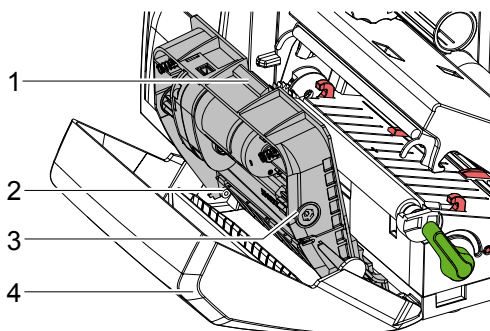

Figura 20 Smontaggio delle lame
- ▶ Ruotare in senso orario l'albero (6) con un cacciavite brugola TX10, fino a quando gli ingranaggi (7) non hanno più presa.
- ▶ Estrarre la lama superiore (9) dalle guide (8).
- ▶ Estrarre la lama inferiore (10).
- ▶ Inserire la lama inferiore dall'alto nei supporti (11).
- ▶ Eventualmente inserire nuovamente le molle (12) negli appositi sostegni (13).
- ▶ Per montare la lama superiore, spingere la lama inferiore sul pannello, inserire la lama superiore nella guida e spingerla verso l'alto fino a quando le aste dentate (7) non saranno agganciate nelle ruote dentate (5).
- ▶ Ruotare in senso antiorario l'albero (6) con un cacciavite brugola TX10, fino a quando la lama avrà raggiunto il punto di arresto superiore.
5. Incardinare il gruppo lame (3) sugli assi (2) come indicato nella Figura 20 e girarlo in modo da agganciarlo correttamente sul pannello (4).